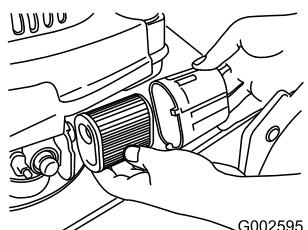

Figure 28
2. Tournez le couvercle du filtre à air pour le déposer (Figure 28).